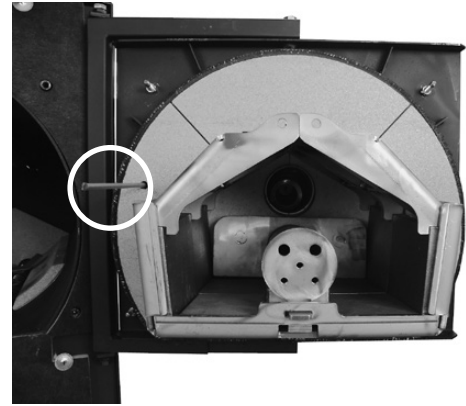

Bild 19
10. Rückstände im Brenner **sorgfältig herausaugen** - vor allem im hinteren Bereich (direkt unterhalb der Einschubschnecke); **es dürfen hier keine Rückstände in den Luftlöchern verbleiben**. Brenner auch oben absaugen. Asche am Brennkammerfühler (Bild 19) abwischen.